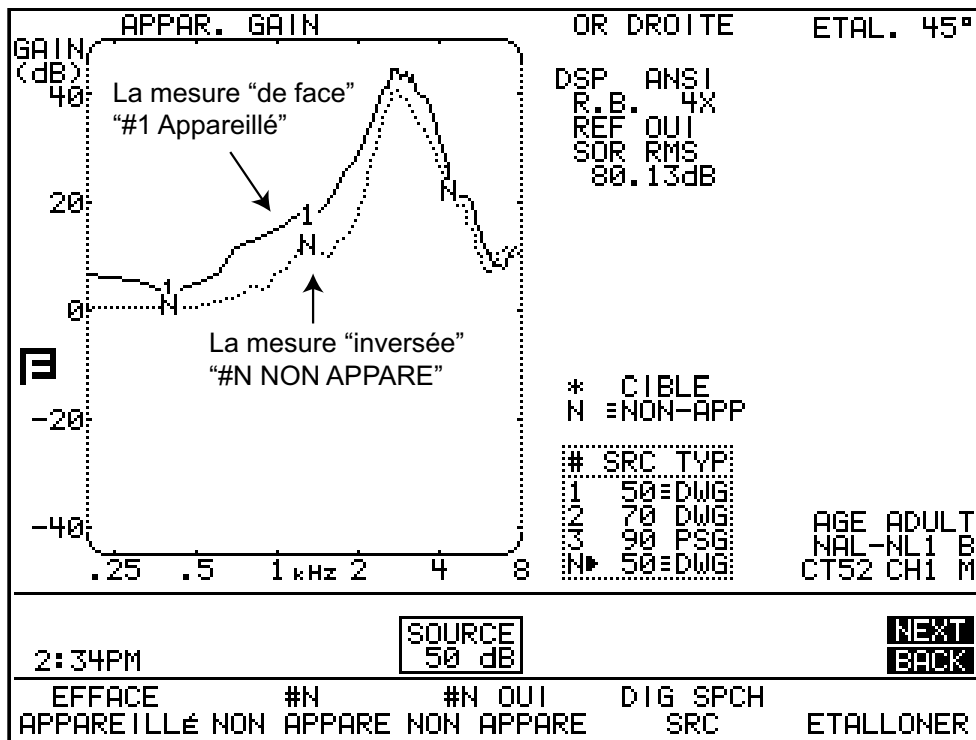

Figure 5.4.5B—Les mesures —"de face" et "inversée" d'appareils directionnels sur l'écran Appar. Gain.
12. Appuyez sur [START/STOP] pour faire la mesure. Appuyez sur [START/STOP] de nouveau pour arrêter le signal dès que la mesure s’est stabilisée. Cette courbe est la mesure “inversée”. Voir la figure 5.4.5B.